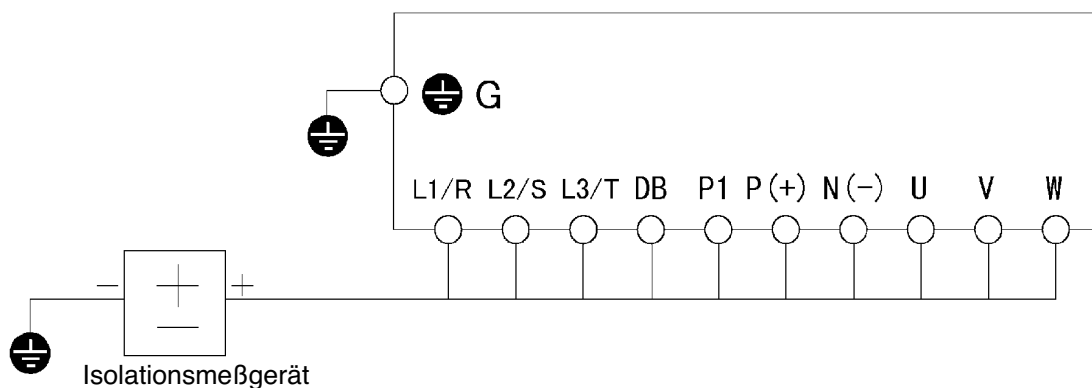

Bild 8-4-1 Isolationsprüfung
3. Schließen Sie die Klemmen des Hauptstromkreises über eine gemeinsame Leitung, wie in Bild 8-4-1 gezeigt, an.